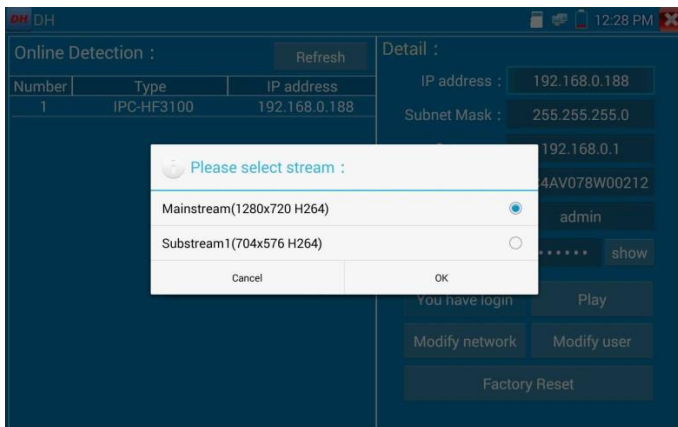

Рис. 117 Выбор видеопотока для тестируемой видеочамеры
3. Если видеочамера поддерживает выбор из нескольких потоков, выберите нужный, рис. 117